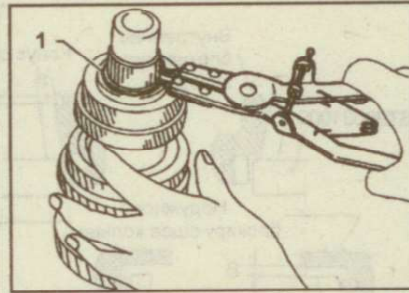

Рис. 9.223. Снятие стопорного кольца (1)
3. Снимите упорную шайбу и стопорное кольцо (рис. 9.223).